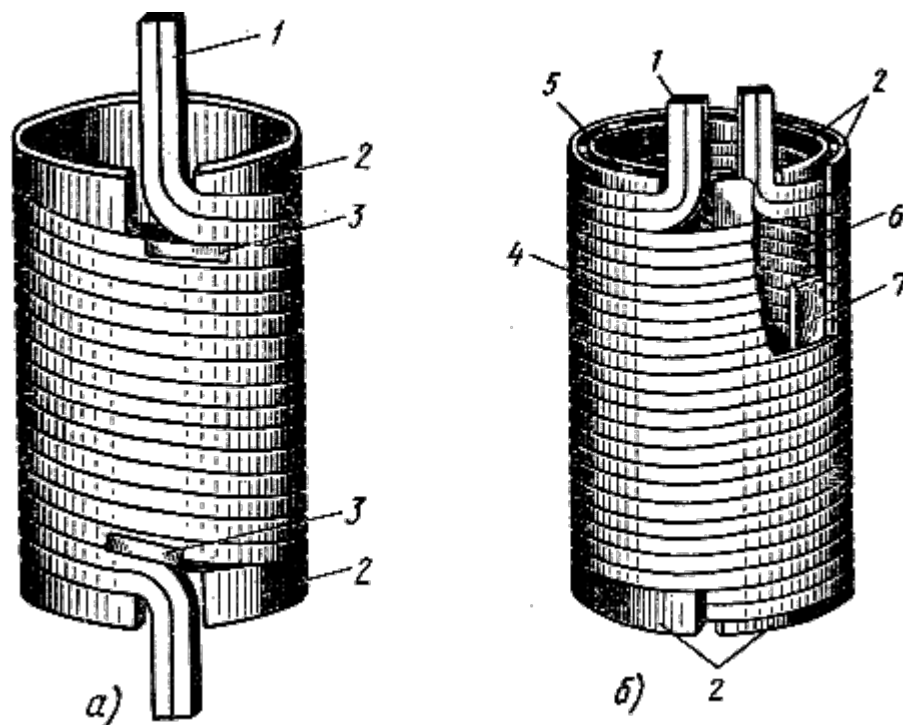

Рис.1. Цилиндрические обмотки:
**Ремонт обмоток** (рис.1, а, б) в большинстве случаев сводится к замене клиньев, прокладок и других изолирующих обмотку элементов. Для проводов прямоугольного профиля большого сечения обычно ограничиваются заменой повреждённой витковой изоляции. Переизолировка провода небольших однослойных катушек, как правило, выполняется вручную.